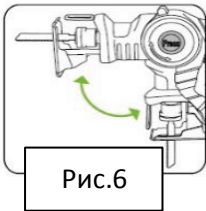

Рис.6
2. Другой рукой потяните режущую головку для расположения ее параллельно инструменту или опустите ее, чтобы вернуть на первоначальное положение. (рис.6)